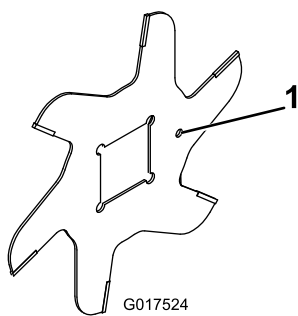

图15
1. 组装刀片 图15。
4. 顺时针安装下一个刀片以使其定位参考孔 图15 不与靠近轴的一个平面的第一个刀片孔对齐。